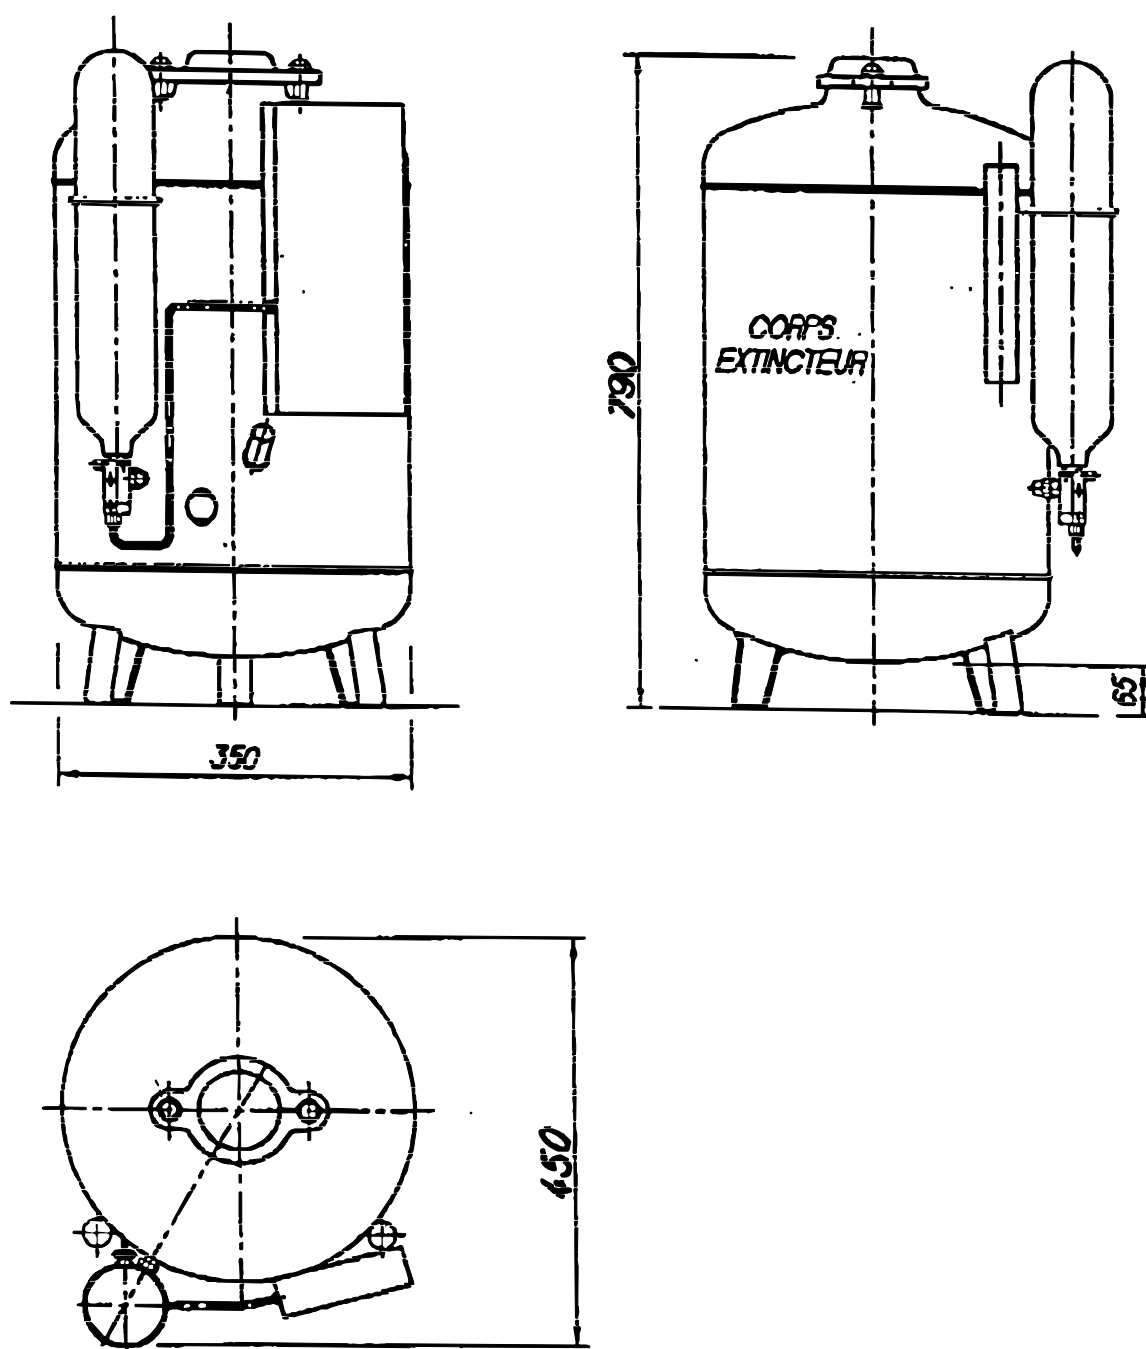

Figure 5 : réservoir MADEX II – P50
- Réservoir MADEX II – P50 (Cf. Figure 5 page 18).